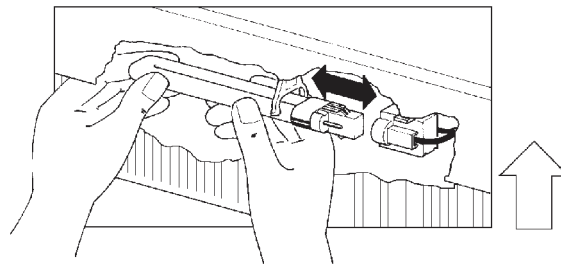

图 32
- 将灯卡入正确的安装位置，如 (图 32) 所示，向右推入灯座中，直到卡紧。